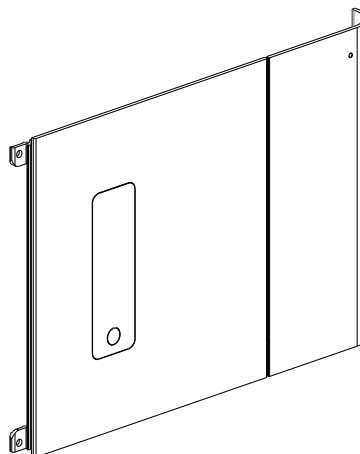

Figure 4-10: Remettre la porte en place sur la façade
7. Remettez la porte en place sur le fascia en serrant les vis à l'intérieur des charnières de porte (Figure 4-10).